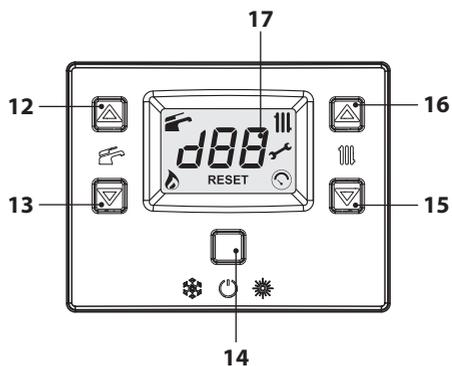
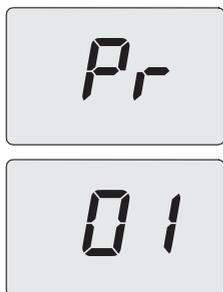
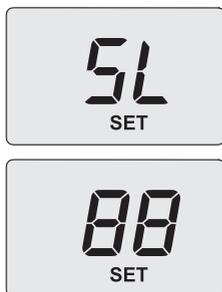

Figura 7.2
Figura 7.3
Figura 7.12
- Entrare in "modalità programmazione" premendo contemporaneamente per 10 secondi i tasti 14-15-16 (Figura 7.2) fino a far apparire sul display LCD le lettere **Pr** che si alternano al numero del parametro **01**, indicanti l'entrata nel "parametro 01" (Figura 7.3).
- Scorrere i vari parametri utilizzando i tasti 15 o 16 (Figura 7.2) fino a far apparire sul display LCD le lettere **Pr** che si alternano al numero del parametro **09**, indicanti l'entrata nel "parametro 09" (Figura 7.4).
- Utilizzando i tasti 12 o 13 (Figura 7.2) è possibile scorrere i vari valori di regolazione.
- Utilizzare i tasti 15 o 16 (Figura 7.2) fino a portarsi allo stato **LP** (spazzacamino attivo in minimo sanitario) e premere il tasto 14 per
- Agire sui tasti 16 o 15 (Figura 7.2) per incrementare o decrementare il valore. Attendere 3 secondi per stabilizzare la pressione del gas quindi leggere il valore sul manometro gas. **Ricordarsi di mantenere l'andamento in salita.**
- Premere il tasto 13 (Figura 7.2) per 5 secondi per memorizzare il valore.
- Premere il tasto 12 (Figura 7.2) per passare alla taratura del minimo gas. Il display visualizza **SL** alternato al parametro potenza minima assoluta e la scritta "**SET**" (Figura 7.12).
- Agire sui tasti 16 o 15 (Figura 7.2) per incrementare o decrementare il valore. Attendere 3 secondi per stabilizzare la pressione del gas quindi leggere il valore sul manometro gas. **Ricordarsi di mantenere l'andamento in discesa.**
- Premere il tasto 12 (Figura 7.2) per verificare il valore massimo impostato ed eventualmente correggerlo seguendo la procedura sopra descritta.
- Premere il tasto 12 (Figura 7.2) per verificare il valore minimo impostato ed eventualmente correggerlo seguendo la procedura sopra descritta.